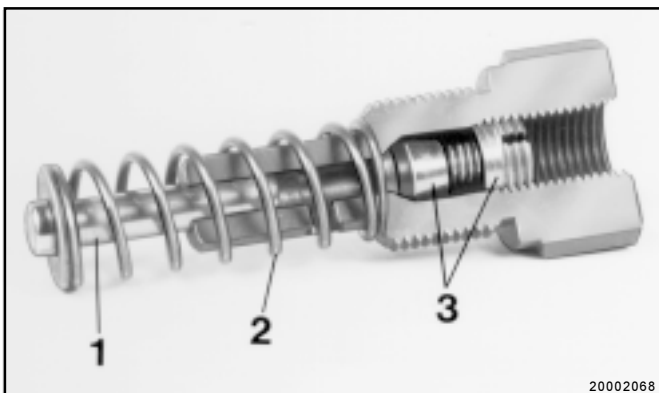

Fig. 2: Élément de pompage
- Le moteur électrique entraîne un excentrique qui déplace le piston 1 (Fig. 2).